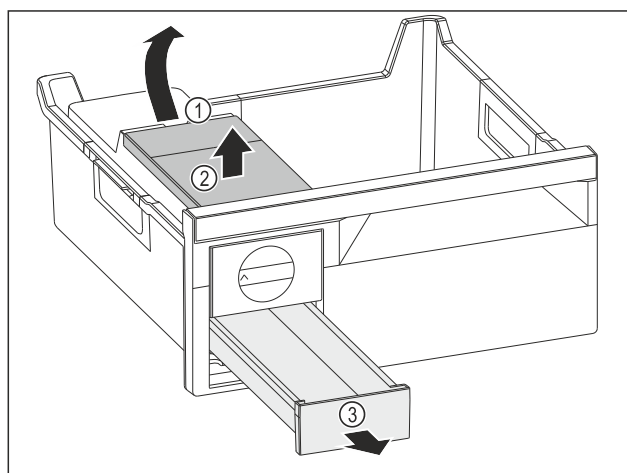

Fig. 182
- ▶ Vesisäiliön poistaminen: Nosta vesisäiliötä syvennyksestä Fig. 182 (1).
- ▶ Ota vesisäiliö Fig. 182 (2) ylöspäin pois.
- ▶ Ota jääkuutiolokero Fig. 182 (3) eteenpäin pois.